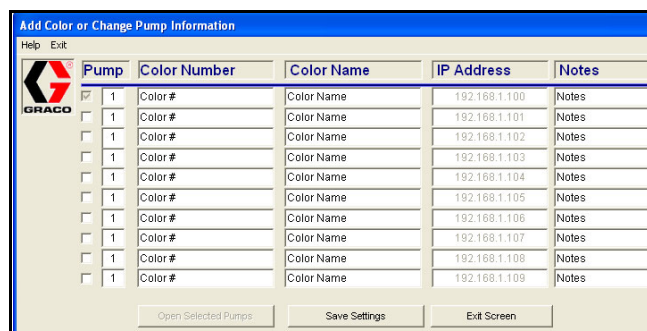

FIG. 20. Conexiones VFD múltiples
5. Introduzca la nueva información de la bomba. Vea FIG. 20. Marque las casillas junto a cada accionamiento conectado.